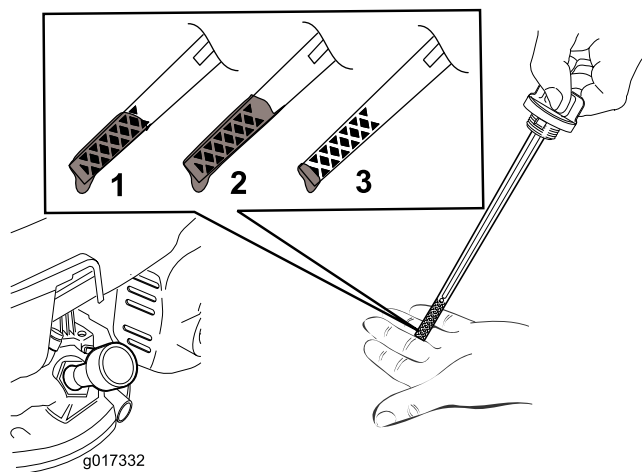

Рисунок 7
2. Извлеките масломерный щуп (Рисунок 7).
Примечание: Заливайте масло в картер двигателя до тех пор, пока масломерный щуп не покажет, что достигнут нужный уровень масла в двигателе, как показано на Рисунок 7. В случае перелива слейте некоторое количество масла из двигателя, как описано в разделе «Замена моторного масла».